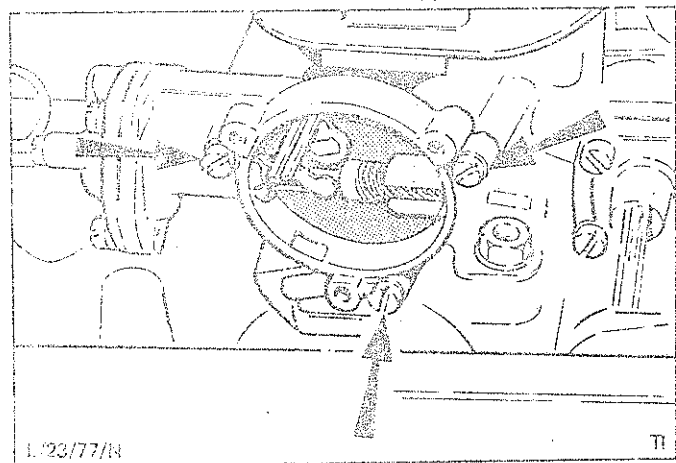

Abb.48 Abbau des Startautomatik-Gehäuses
8. Befestigungsschrauben (3) des Startautomatik-Gehäuses entfernen, Verbindungsstange vom Stufenscheibenhebel aushängen und Startautomatik-Gehäuse komplett abnehmen, Abb.48.
9. Schrauben (3) im Unterdruckmembrandeckel entfernen und Deckel, Druckfeder und Membran komplett herausnehmen.